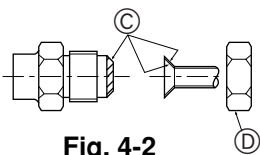

Fig. 4-2
- (A) (Fig. 4-2)
- (B) (Fig. 4-2)
## 4.2. 连接管道 (Fig. 4-2)